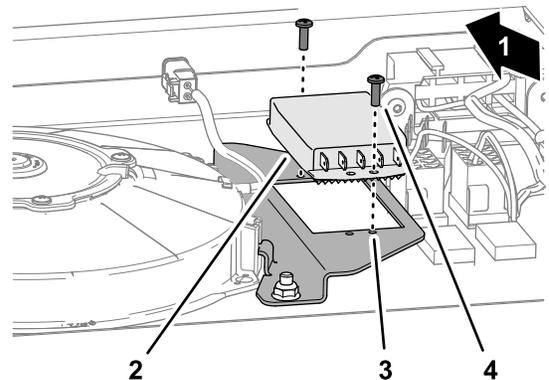

Figura 6
- Alinee el controlador de velocidad del ventilador con la brida del soporte de montaje de ventilador largo con los terminales eléctricos alineados hacia la parte trasera de la máquina (Figura 6).
largo (Figura 6) con el tornillo autorroscante (n.º 8 x 3/8").